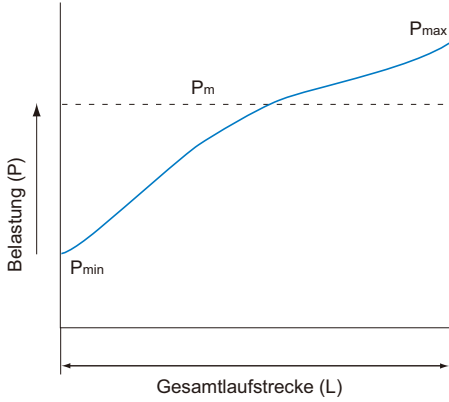

Abb. 3
Diese Belastung variiert monoton (siehe Abb. 3 auf Seite **B3-23**). Deshalb ist die mittlere Belastung mittels Gleichung (13) von Seite **B3-23** zu berechnen.